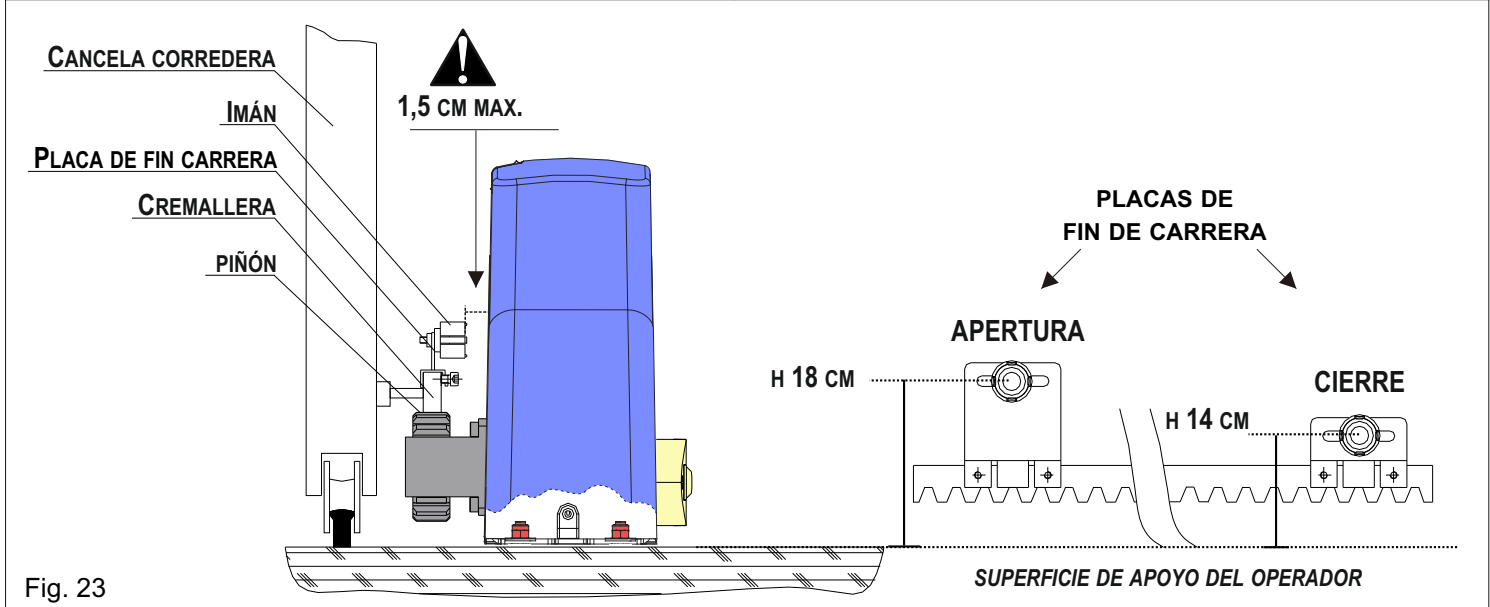

Fig. 23
- Instalar las placas de fin de carrera como se muestra en la Fig.23; Los imanes de las placas, actuando sobre el final de carrera en el interior del operador, controlan la posición de la cancela.